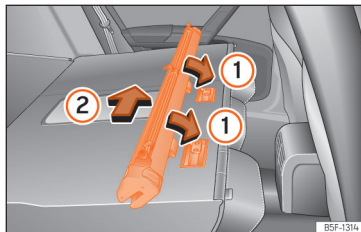

Abb. 140 Einbau der Netztrennwand an den Rücksitzlehnen
- Ordnen Sie die Schale des Netzes in der Unterseite der Stützschielen in Pfeilrichtung an »» Abb. 140 ①.
- Drücken Sie die Schale nach links vom Fahrzeug in Pfeilrichtung »» Abb. 140 ② und bis zum Anschlag.
- Ziehen Sie am Gehäuse des Netzes ca. 5 cm gegen die Pfeilrichtung » Abb. 140 ②.
- Nehmen Sie den Einsatz der Netztrennwand aus den Halteschienen, indem Sie entgegen der Pfeilrichtung » Abb. 140 ① ziehen.